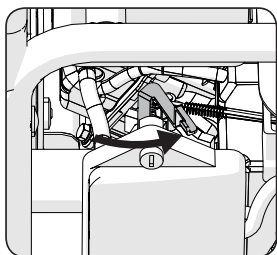

Fig 12
- Impostare la leva dello starter in posizione 'Starter On'. (Fig. 12)